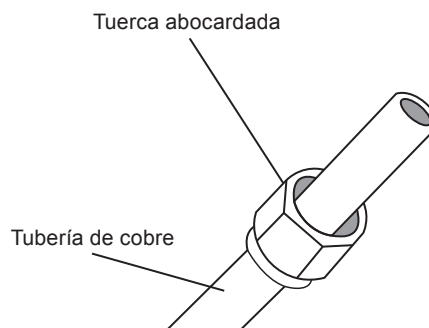

Fig. 5.3
3. Coloque las tuercas abocardadas en ambos extremos de la tubería. Asegúrese de que las tuercas estén en la posición correcta, porque no puede colocarlas encima ni cambiar su posición después del abocardado. Vea la Fig. 5.3